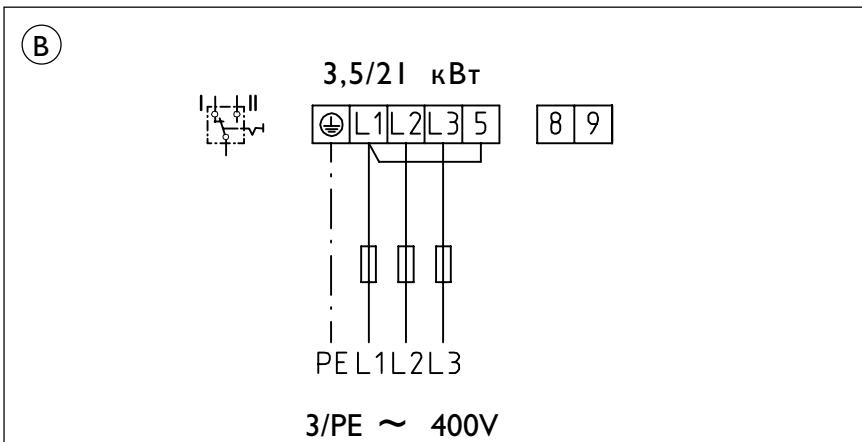

Рис. 12
### (B) Режим предварительного нагрева на низкой мощности, рис.12